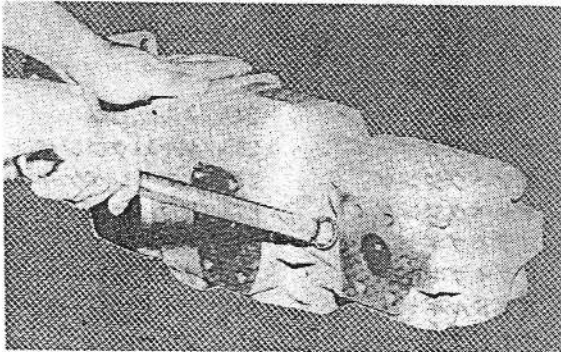
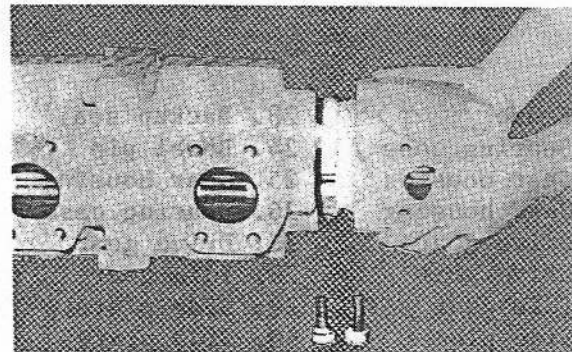

Fig. 3
Fig. 4
1. Unscrew rear pump mounting bolts ㉞ and remove the rear pump. (Figs. 3 and 4).
1. リヤポンプの取り付けボルト㉞をゆるめて、リヤポンプを取り外す。(Fig. 3、Fig. 4)